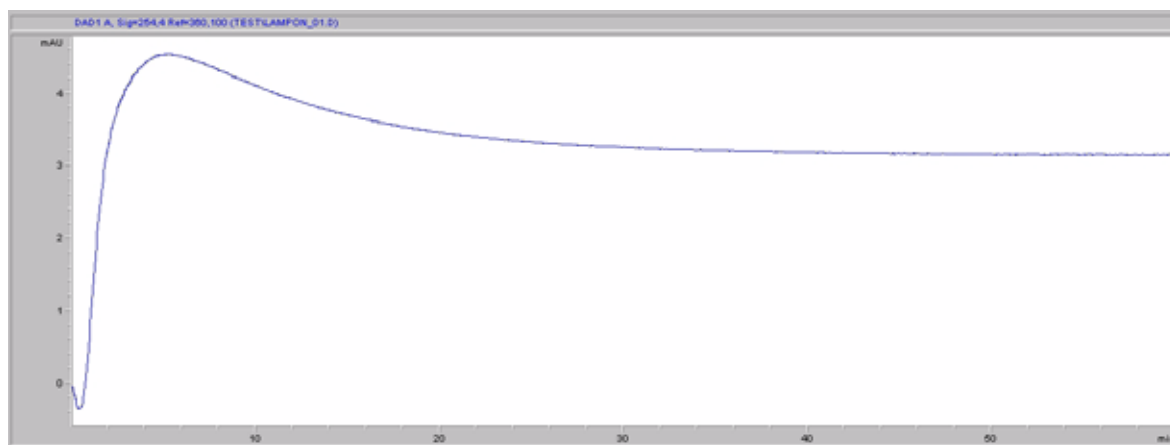

図 36 ベースラインの安定化 (両方のランプを同時に点灯)
- 6 検出器を少なくとも 60 分のウォームアップすると、安定したベースラインが得られます (73 ページ 図 36 と 73 ページ 表 13 の例を参照してください)。